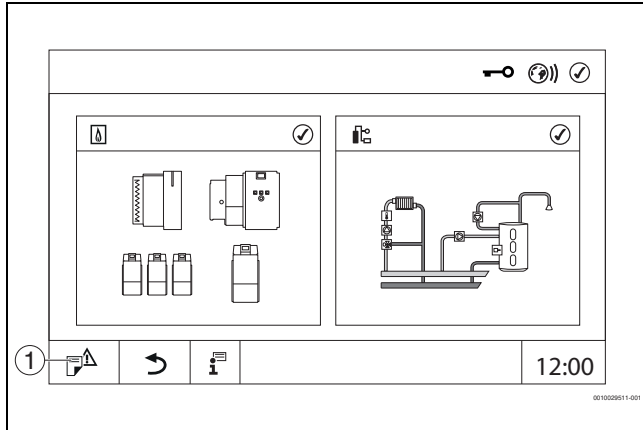

Рис. 11 Вызов **сервисное меню**
- ▶ Нажмите и удерживайте знак (→ рис. 11, [1]) ок. 5 секунд.